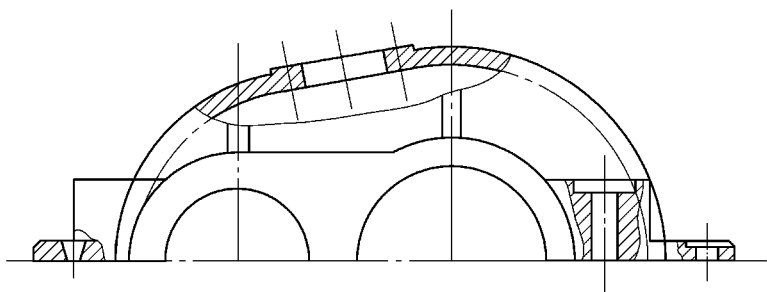

图 11-63 绘制剖面线
12) 切换至剖面线层, 绘制剖面线, 如图 11-63 所示。